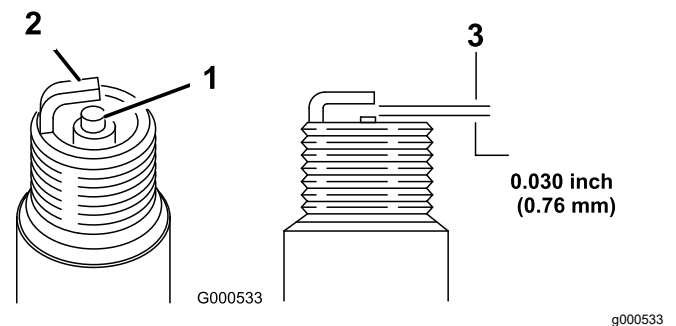

Bild 42
- Sehen Sie sich die Mitte der Zündkerzen an (Bild 42).
- Prüfen Sie den Abstand zwischen der mittleren und den seitlichen Elektroden (Bild 42) und biegen Sie die seitliche Elektrode wenn der Abstand falsch ist.
- Stecken Sie die Kabel auf die Zündkerzen (Bild 42).